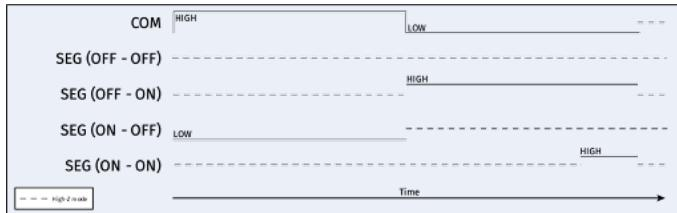

Figure 8. Cette technique de commande actualise l'afficheur en deux étapes, comme dans la méthode de commande A, mais sans tension d'électrode commune variable.
Cette technique de commande actualise l'afficheur en deux étapes, comme avec la méthode de commande A, mais sans tension d'électrode commune variable (figure 8). Premièrement, certains segments sont désactivés en mettant l'électrode commune à l'état haut (HIGH) et les électrodes des segments concernés à l'état bas (LOW)/0 V (ce qui fournit - V_{SUPPLY} aux segments). Deuxièmement, certains segments sont activés en mettant la tension commune au niveau bas et les électrodes des segments concernés à l'état haut (résultant en + V_{SUPPLY} à travers les segments). Une impulsion de rafraîchissement plus courte doit être appliquée aux segments qui doivent être maintenus à l'état actif (ON). La séquence se termine par mettre toutes les sorties en haute impédance (High-Z) pour maintenir l'état. Si le système est à une basse tension ou si les exigences de durée de vie sont limitées, cette technique peut être une bonne option.